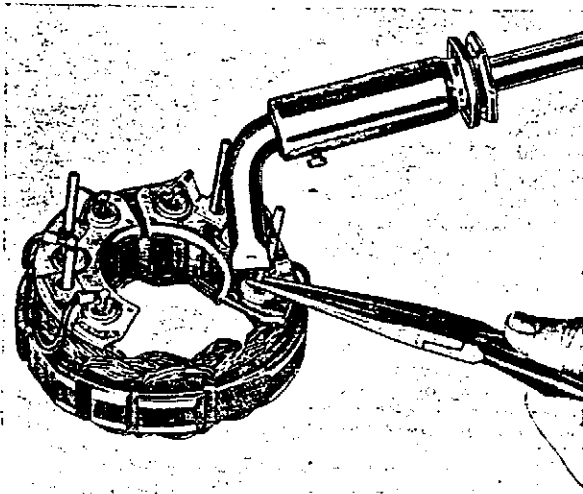

Abb. 34 Anlöten der Dioden
3. Dioden anlöten, siehe Abb. 34.